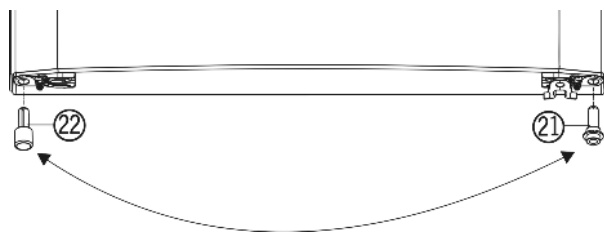

Fig. 5
- Vlevo dole vytáhněte z dveří rozpěrný díl Fig. 5 (22).
- ▶ Rozpěrný díl *Fig. 5 (22)* vložte do dveří vpravo dole.